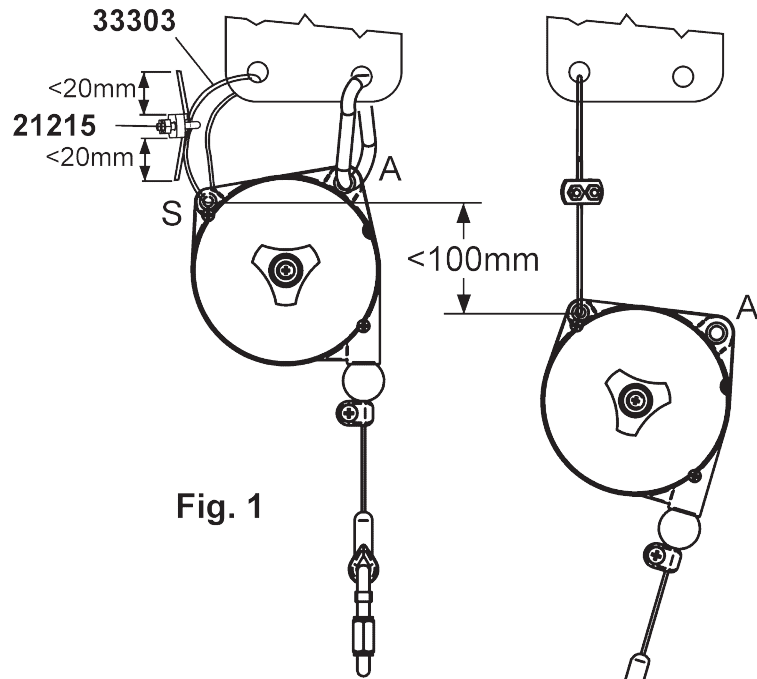

Fig. 1
**Anslut alltid säkerhetsupphängningen (S) med användning uteslutande av de medföljande tillbehören (fig.1) för ett stöd av korrekta dimensioner. Säkerhetsupphängningen FÅR INTE VARA densamma som används för den huvudsakliga upphängningen (A) (fig.1). Högsta fall vid brott på huvudupphängningen får inte överskrida 100 mm. Dra åt muttrarna och terminalerna 21215 (fig.1) med ett vridmoment på 2 Nm.**
Balansblocket ska regelbundet genomgå visuell kontroll (exempelvis en gång per skift), särskilt för att kontrollera tillståndet för upphängningarna (A) och (S) (Fig.1), fästskruvar och de självlåsande systemen (om de används), och tillståndet för krokar och vajrar.